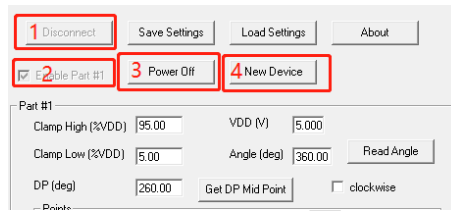
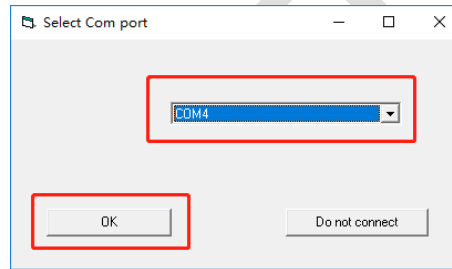
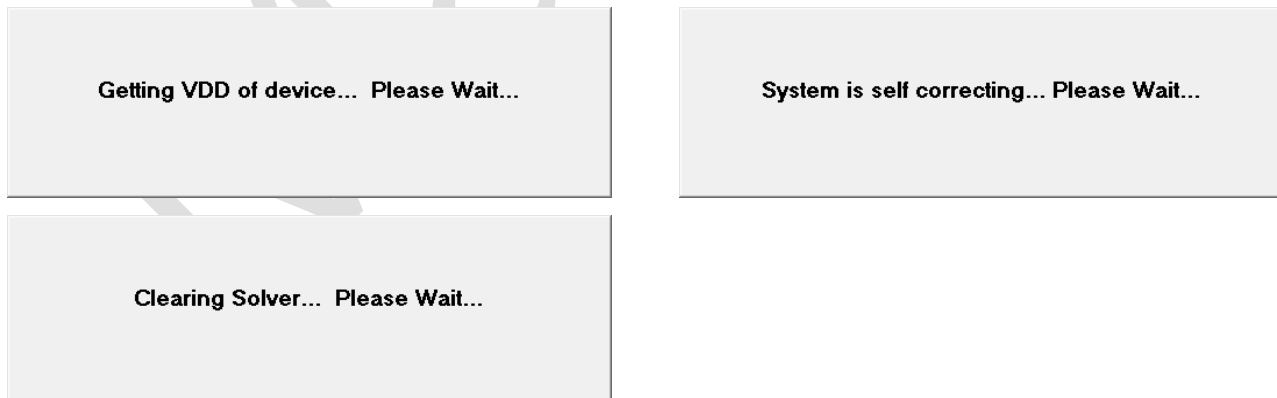
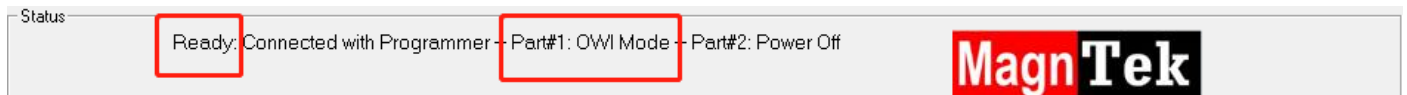

图 4.2.1
图 4.2.2
图 4.2.3 上电过程提示信息
图 4.2.4 芯片上电过程结束后芯片状态信息
- 2、进入软件安装目录找到“Programmer.exe”文件，双击打开，如上图 4.1.7，选择 Dual Parts Dual Source 按钮，单击即进入编程界面。图 4.2.1，连接好芯片，单击 Connect 按钮，选择的对应的端口号，点击 OK，建立 PC 机与编程器间的通信链路（图 4.2.2）。
- 3、勾选 Enable Part #1 前面的复选框，激活 Power On 按钮功能及其他参数设置功能，点击 power On 对芯片上电。（图 4.2.1 此处芯片连接编程器的 SITE1，故勾选 Part #1，若将芯片连接至 SITE2，则需要勾选 Part #2）。芯片需要恢复默认输出并做多点编程，故需要点击 New Device 按钮，用以清除原有编程痕迹，并校准输出曲线斜率。该过程需要对芯片做擦除校准等工作，故需要等待 3s，期间会有几次 Please Wait 的提示变化（组图 4.2.3），说明编程器运行正常，编程器完成上电工作后，信息栏会显示 Ready 等字样提示信息，并提示当前芯片处于 OWI 通信状态（图 4.2.4），可对芯片做编程操作。